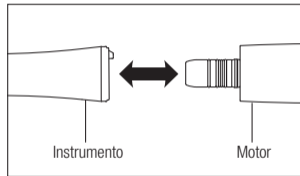

Fig. 1
- 1) Introduza o contra ângulo diretamente no motor (Fig. 1). Aparafuse o instrumento até prender com um clique.